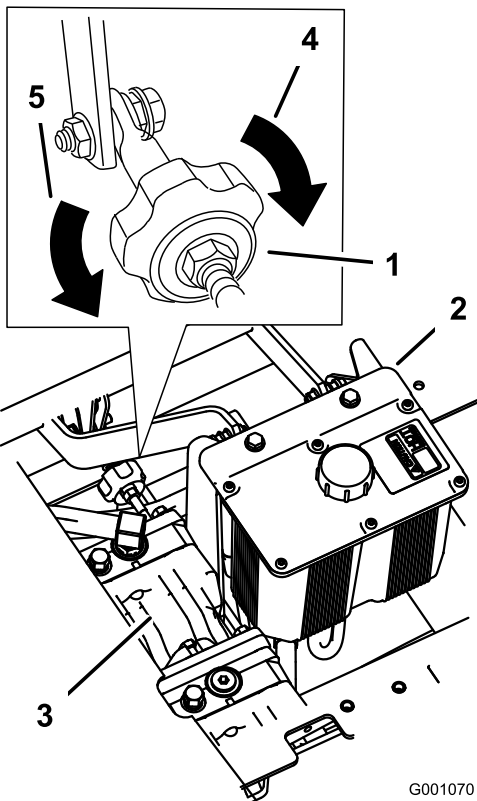

Figure 53
4. Pour que la machine tire à droite, tournez le bouton vers la droite de la machine Reportez-vous à Figure 53.
5. Pour que la machine tire à gauche, tournez le bouton vers la gauche de la machine Reportez-vous à Figure 53.